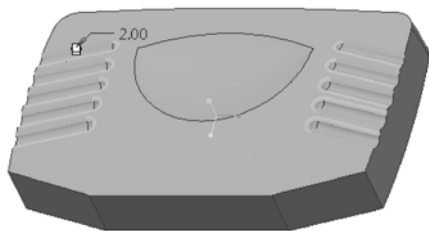
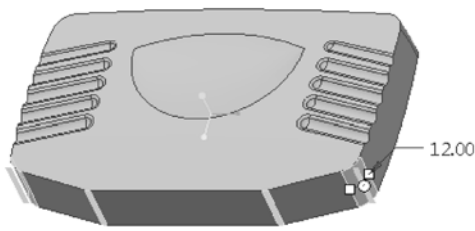

图 7-178 选择要倒圆角的多条边参照
图 7-179 继续倒圆角
① 单击“倒圆角”按钮.
② 在“倒圆角”选项卡中设置当前倒圆角集的半径为“2”。
③ 按〈Ctrl〉键选择如图 7-178 所示的多条边参照。
④ 单击“完成”按钮.
⑤ 使用同样的方法，单击“倒圆角”按钮，设置圆角半径为“12”，选择如图 7-179 所示的边参照来完成该倒圆角操作。